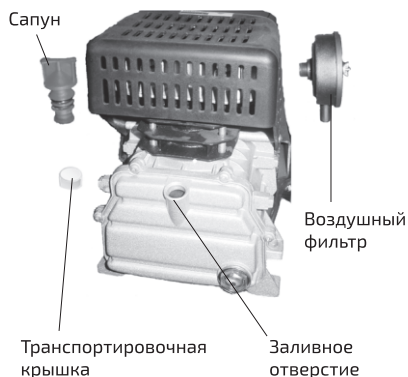

Рис. 4.
1. Перед запуском компрессора снять крышку, закрепить сапун на масляном отверстии и установить воздушный фильтр (рис. 4).